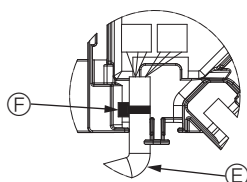

Fig. 10-10
- Coloque la abrazadera que sujeta el cable del motor de los deflectores del panel en la caja de conexión, tal como se muestra en el diagrama. (Fig. 10-10)